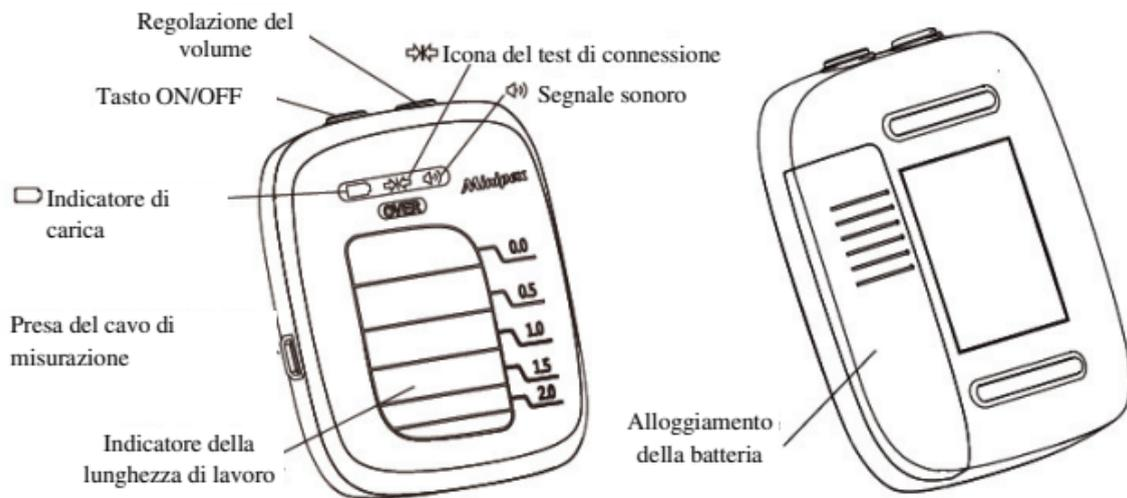

Figura 1
1.4.1 Illustrazione dell'unità principale (Figura 1)